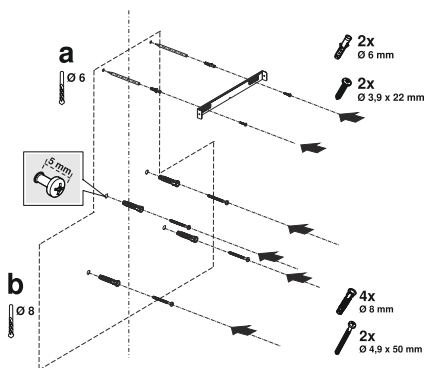

Fig. 10
1. Rita en vertikal rak linje i mitten från taket och ner till mitten av fläktens nedre kant (Fig. 10).
2. Placera skorstensfästet mitt på linjen strax under taket. Du kan se mitten av fästet, det finns en triangelfog i mitten. Kontrollera att den är horisontell och rak och markera med en penna de 2 hålen som ska borrar för skorstensfästet (Fig. 10/a).
3. Borra ett Ø6mm hål för skorstensbeslaget och sätt sedan in 2st Ø6mm pluggar (Fig. 10/a). Skruva fast fästet ordentligt med 3,9x22 skruvar (Fig. 10/a).
3. ➤ Placera monteringsmallen på väggen där fläkten ska vara och markera de områden där borrning ska göras (Fig. 10/ b).
4. ➤ Borra ett Ø8mm hål för fästena på toppen av fläkten och sätt i pluggarna (Fig. 10/ b). Använd 2 st 4,9x50 skruvar och dra åt skruvarna med 5mm mellanrum mellan skruvhuvudet och väggen. (Fig. 10/b).
- Placera skorstensfästet direkt på väggen under taket eller markera punkterna E och F med hjälp av monteringsmallen (Fig. 10).
- Borra punkterna E och F med en Ø6mm borr och sätt i pluggar. Montera fästet ordentligt med skruvarna 3,9x22 (Fig. 10).